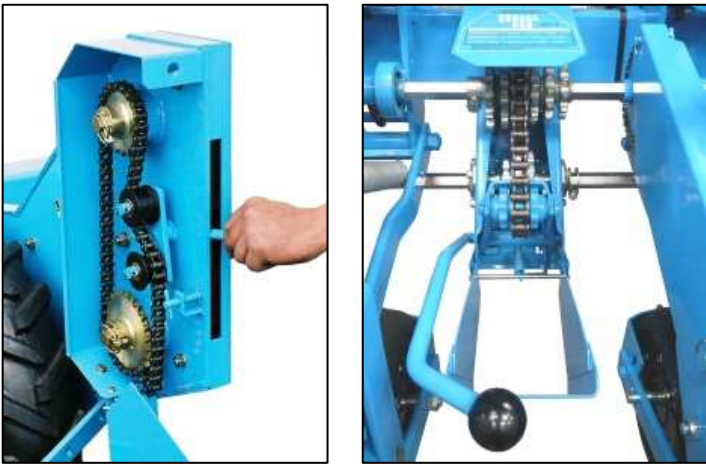

Fig. 1
1. demonteer overbrenging en behuizing van de overbrenging (fig. 1, A)